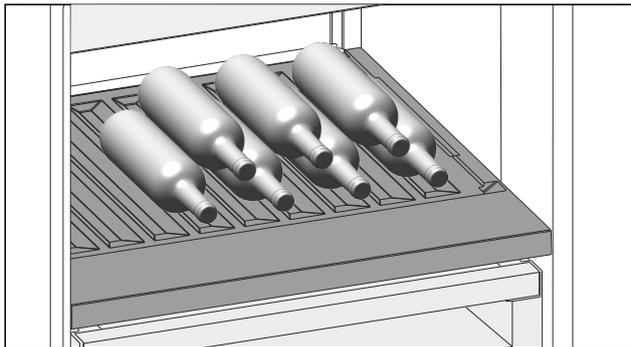

Fig. 85
- ▶ 将瓶底向后对着后壁放入瓶子。(参见 Fig. 85)